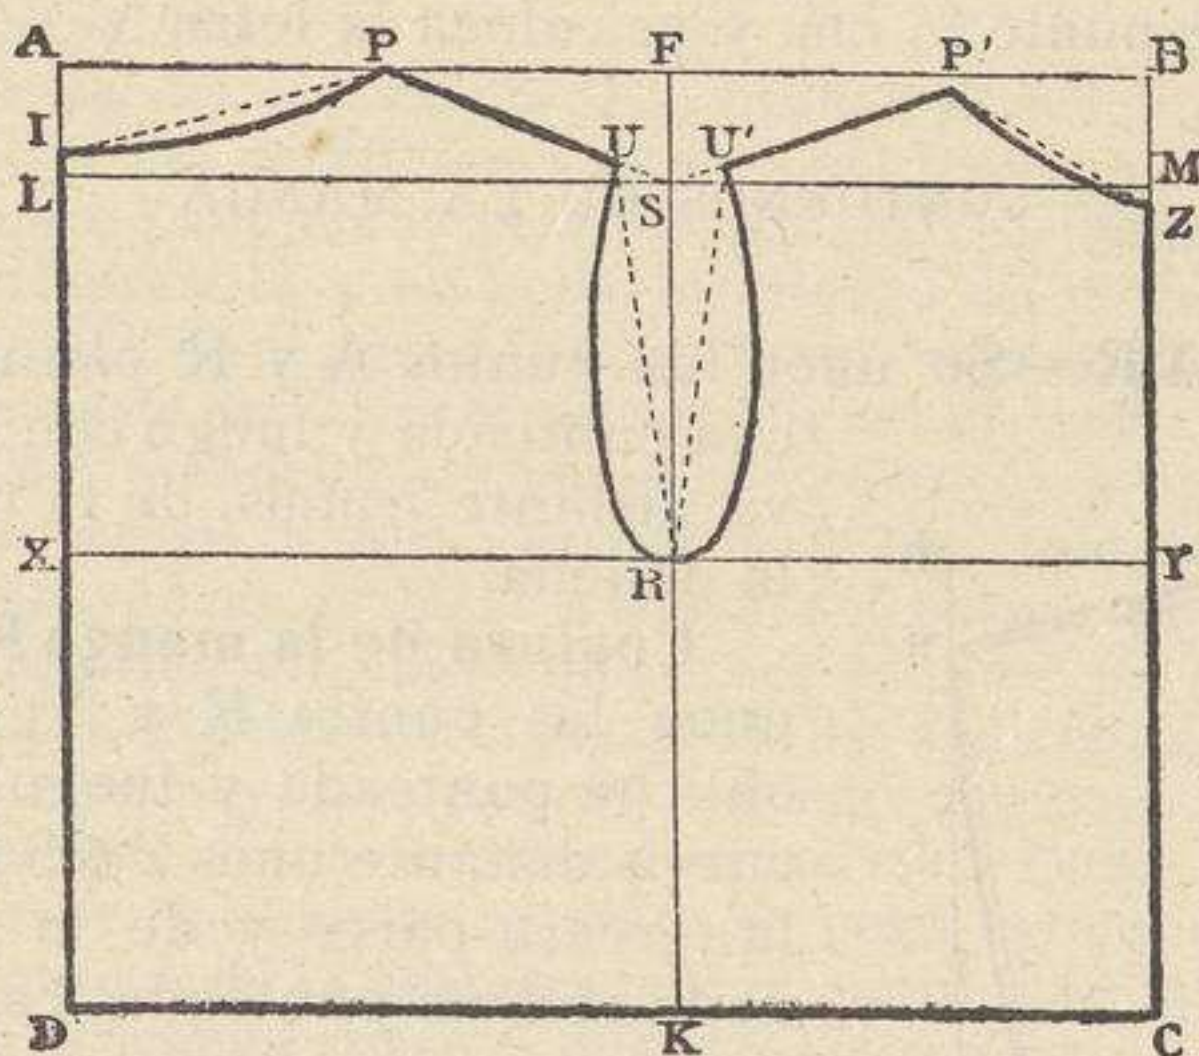

Fig. 114 ( $\frac{1}{5}$  del tamaño real).—Juboncillo sin cuello.
**Rectángulo A B C D.**—Se construye un rectángulo A B C D (fig. 114) que tenga una de las tres dimensiones indicadas en el cuadro.